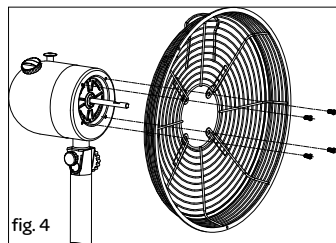

fig. 4
4. Verwijder de vier schroeven uit het motordeel - fig. 4.
5. Plaats de achterste beschermkorf op de as van de motor en bevestig deze met de vier schroeven die u er net heeft uitgedraaid - fig. 4.